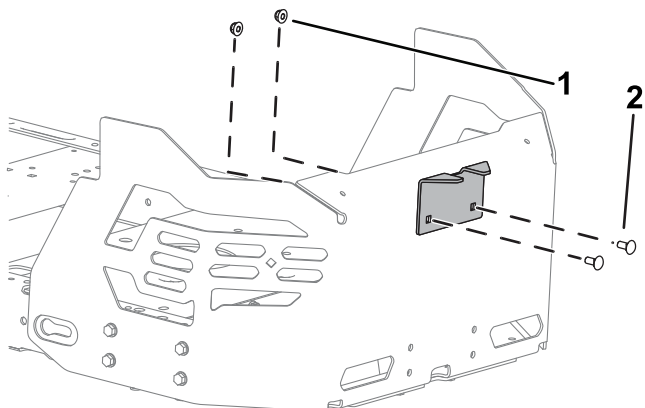

**Figura 15**
4. Fixai uor cadrul pivotant la cadrul mainii utilizând 2 uruburi (5/16 × 1") i 2 piulițe (5/16") aa cum se arată în Figura 15.
6. Strângeți cele 2 uruburi (5/16 × 1") i 2 contrapiulițe (5/16") aa cum se arată în Figura 15.